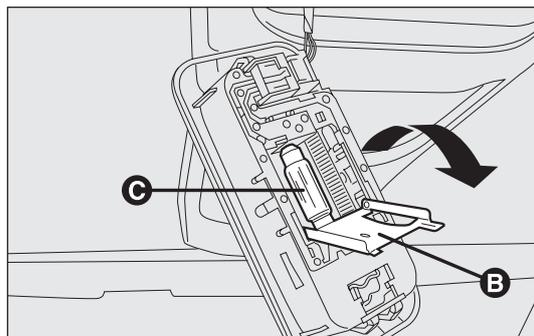

fig. 176
- aprire lo sportellino di protezione B-fig. 176;